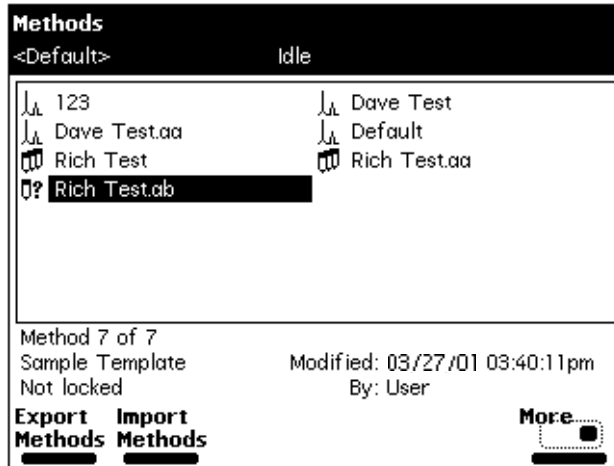

图 6-20 方法屏幕
2. 按 Main（主）屏幕上的 **Methods**（方法）屏幕键，然后按两次 **More**（更多）屏幕键，以访问 Export Method（导出方法）和 Import Method（导入方法）屏幕键。Methods（方法）屏幕即会出现，如图 6-20 所示。
- 按 Main（主）屏幕上的 **Methods**（方法）屏幕键，然后按两次 **More**（更多）屏幕键，以访问 Export Method（导出方法）和 Import Method（导入方法）屏幕键。Methods（方法）屏幕即会出现，如图 6-20 所示。